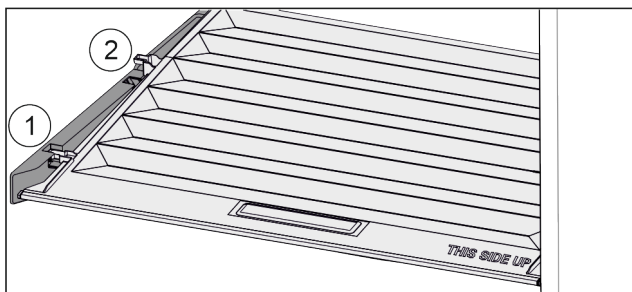

Fig. 124
- Deksel tot de opening in de vasthouddelen naar voren trekken Fig. 124 (1).
- Aan de achterkant vanaf de onderkant omhoog tillen en vanaf de bovenkant verwijderen Fig. 124 (2).